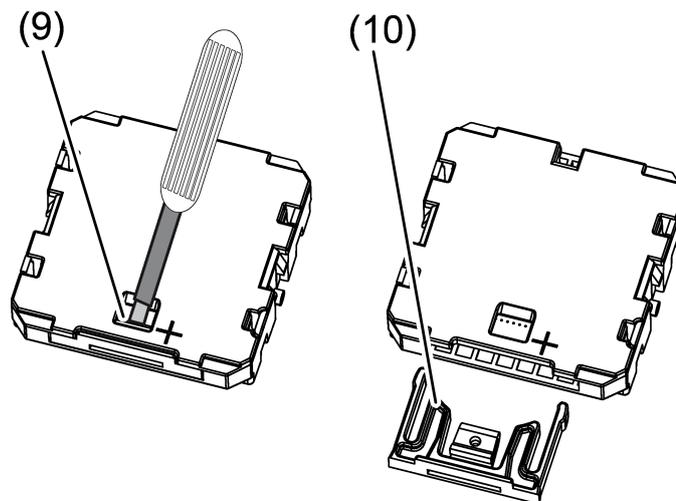

Bild 3: Batteriefach entriegeln
- Batteriefachdeckel (10) mit einem Schlitzschraubendreher durch drücken auf die Lasche (9) entriegeln und dabei nach vorne schieben (siehe Bild 3).
- Batteriefachdeckel entnehmen (siehe Bild 3).